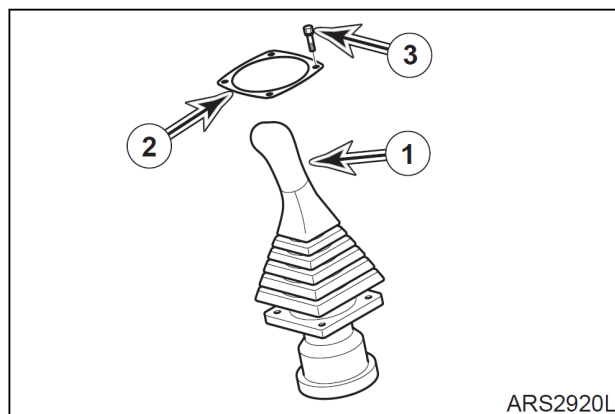

Рис. 39
1. Подсоединить шланги к правому клапану дистанционного управления (1, рис. 39) согласно меткам, сделанным при разборке.
2. Поставить правый клапан дистанционного управления (1, рис. 39) на стенд и установить четыре болта с шайбами (3) и крышку (2).